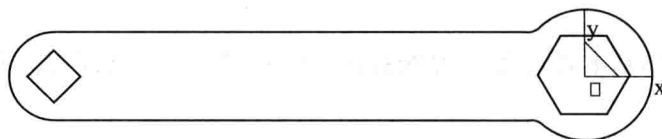

图 2-1-7 扳手平面图
(6)单击“曲线裁剪”按钮,在立即菜单中选择“快速裁剪”、“正常裁剪”,用鼠标拾取图形中需裁剪的线段,即可完成扳手平面图的绘制,如图 2-1-7 所示。